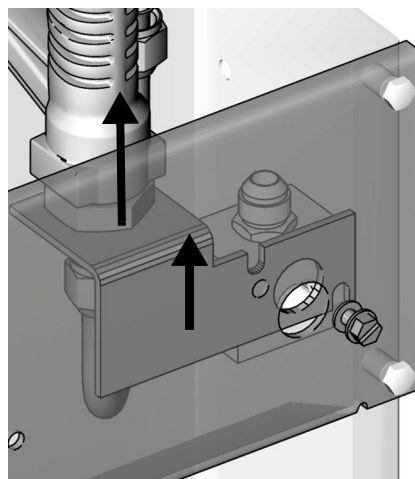

Рис. 28
- Ослабьте, но не снимайте нижний винт (12).
- Поднимите расходомер со станины м/р колонки (Рис. 28).